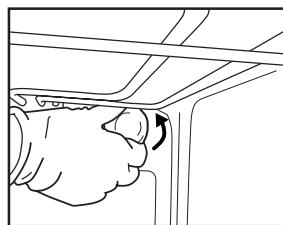
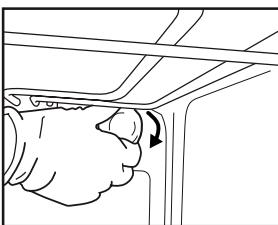

Рис. 6
Рис. 7
2. Викрутіть плафон (Рис. 6), замініть лампочку (див. примітку щодо типу лампochok) і закрутіть плафон назад (Рис. 7).